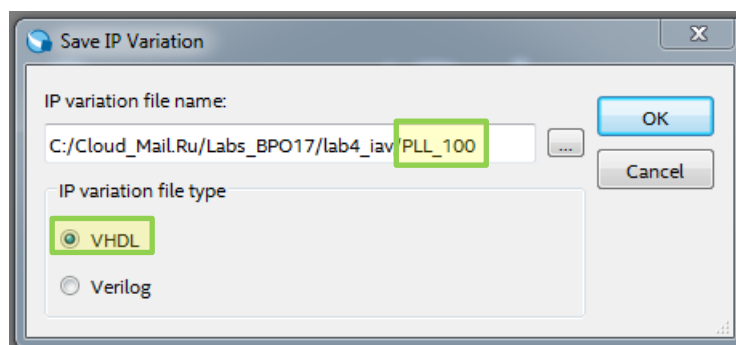

Рис. 22 Окно создания экземпляра выбранного компонента
6.2. В появившемся окне настройки задайте имя экземпляра выбранного компонента (**PLL\_100**) и укажите язык описания аппаратуры (VHDL), в коде которого он будет храниться в проекте (рис.22). Выполните «**OK**».